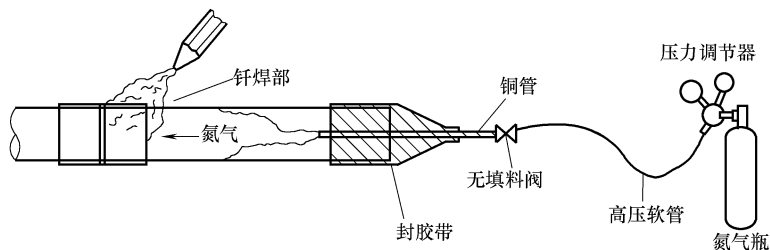

图 3-51 充氮保护焊接
(1) 焊前清洁 铜管接头应清洁光亮,无油污、氧化层、毛刺或凹凸,以防止产生气孔或虚焊。采用锉刀和铰刀对管口进行处理,除去管口毛刺。清理时管口应侧向下,清理完应轻轻敲打管壁避免碎屑进入管道内部。管道外壁的油污涂料应采用湿布进行擦拭清除。
(2) 充氮保护 铜管焊接时需充入氮气进行保护焊接以防铜管被氧化。焊接时应保持焊接区域氮气微压(调节氮气瓶上的压力表使压力保持在 $3\sim 5\text{kgf/cm}^2$),让氮气定向充入正在钎焊的管道内。焊接完成应待铜管完全冷却后,方可停止充入氮气。充氮保护焊接如图 3-51 所示。铜管另一端可用铜管配套的塑料保护盖盖住,并用针扎几个小洞以起到节约氮气的作用并保证氮气在内部流动。
(3) 焊接火焰和温度要求 钎焊温度应比铜管的熔点温度低,控制在 $650\sim 800^\circ\text{C}$ 之间。